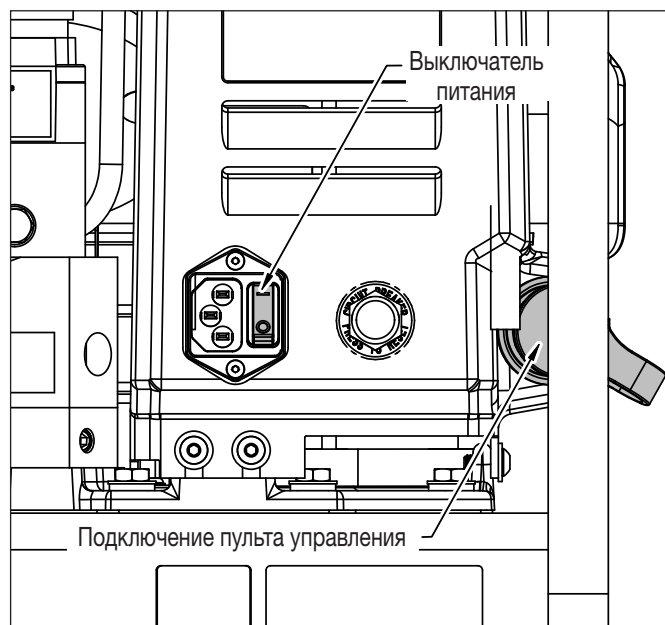

Рисунок 2: Подключение сетевого шнура и пульта управления
3. Снимите пылезащитный колпачок с разъема спереди на насосе и подключите кабель пульта управления. См. рисунок 2.
4. Убедитесь, что переключатель насоса в положении «OFF» (O) (выключено). См. рисунок 2.